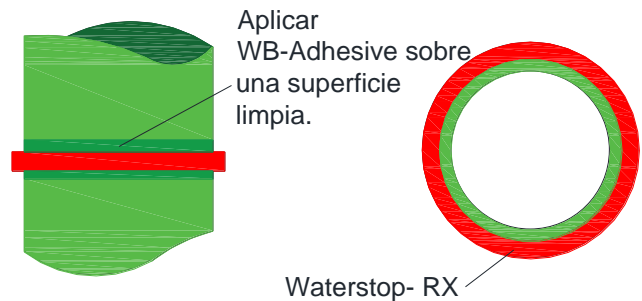

Figura 5 – Instalación de Waterstop-RX en pasos de ductos.
- Waterstop-RX se utiliza para juntas frías de colado verticales y horizontales (figuras 3 y 4), uniones de muros nuevos con otros existentes, superficies irregulares y elementos que atraviesan el concreto (figura 5).